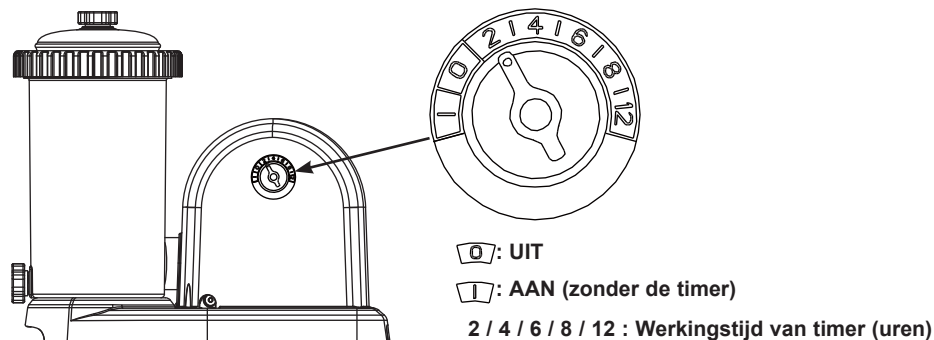

FIG 10
- Door de druk loopt de filterpomp vol water en de aanwezige lucht verdwijnt via het luchtventiel (2) bovenop het filterhuis. Wanneer er water uit het ventiel komt, is alle lucht verdwenen. Draai dan voorzichtig het ventiel (2) dicht.
- Steek de stekker in het stopcontact en stel de timerknop in op het gewenste aantal werkingsuren. **Zie Fig. 10.** Zie "Draaiuren tabel" voor het gewenste aantal draaiuren in verhouding tot de afmeting van uw zwembad.